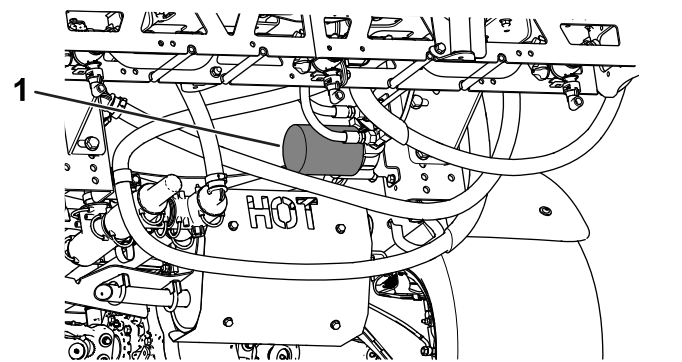

Figura 52
4. Retire el filtro (Figura 52).